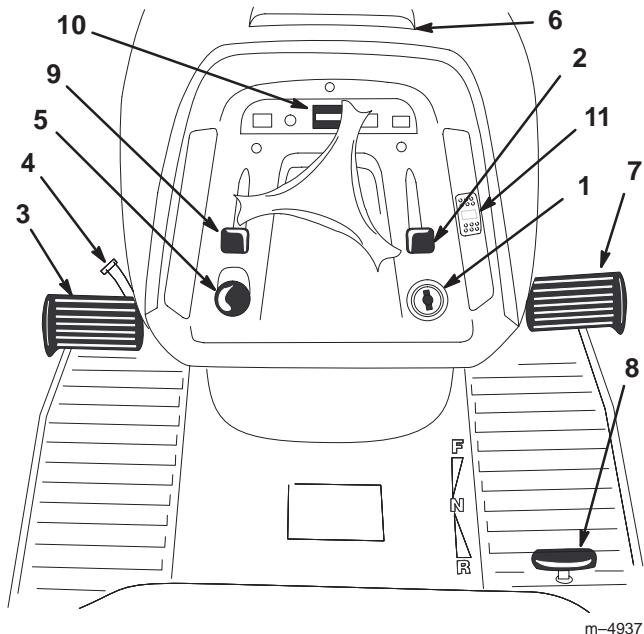

Figure 2
Avant de mettre le moteur en marche et d'utiliser la machine, familiarisez-vous avec toutes les commandes (Fig. 2).
- Appuyez sur la pédale de frein (Fig. 2) et maintenez-la enfoncée.
- Tournez le levier de frein de stationnement (Fig. 2) dans le sens anti-horaire et relâchez progressivement la pédale de frein. La pédale doit rester bloquée en position enfoncée.
1. Enfoncez la pédale de frein (Fig. 2). Le levier de frein de stationnement doit se déverrouiller.
2. Poussez la commande du régulateur de vitesse en position activé (Fig. 2).
Le compteur horaire se trouve sur le tableau de bord (Fig. 2). Il indique le total des heures de fonctionnement de la machine.